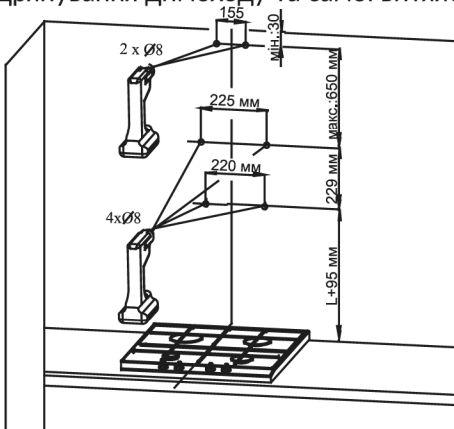

Рис. 3. Підготовка місця встановлення витяжки
1. Визначте ось плити та проєкуйте її на стіну, де буде встановлено витяжку. Позначте усі точки кріплення витяжки. Зробіть отвори свердлом (Рис. 3).